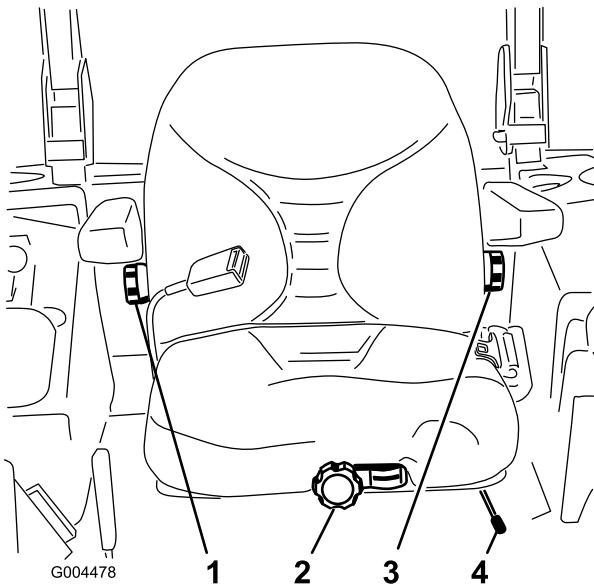

Bild 31
1. Wenn Sie den Sitz verstehen möchten, bewegen Sie den Hebel zum Entriegeln des Sitzes zur Seite (Bild 31).
Setzen Sie sich nicht auf den Sitz und drehen Sie das Handrad zum Verstellen an der Vorderseite solange, bis der gewünschte Komfort erreicht ist (Bild 31).
Drehen Sie zum Verstellen das Handrad unter der rechten Armlehne solange in eine Richtung, bis der gewünschte Komfort erreicht ist (Bild 31).
Drehen Sie zum Verstellen das Handrad unter der linken Armlehne solange in eine Richtung, bis der gewünschte Komfort erreicht ist (Bild 31).